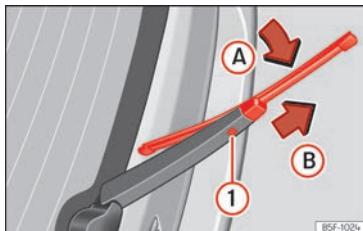

Abb. 192 Scheibenwischerblatt der Heckscheibe auswechseln.
- Das Wischerblatt leicht drehen »» (Abb. 192) (Pfeil A).
- Die Entriegelungstaste ① gedrückt halten und gleichzeitig das Scheibenwischerblatt in Pfeilrichtung B abziehen.
- Neues Heckscheibenwischerblatt **gleicher Länge und Ausführung** entgegen der Pfeilrichtung B auf den Scheibenwischerarm schieben, bis der Mechanismus ① einrastet.